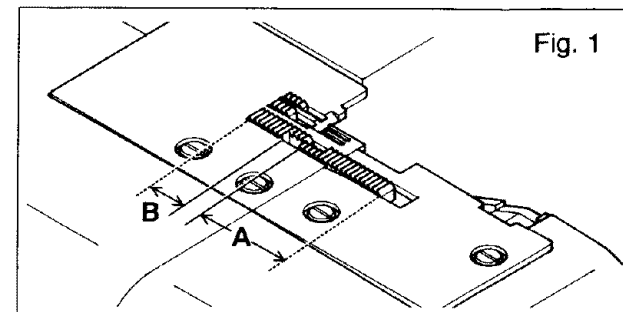

Fig. 1
El transporte diferencial tiene 2 transportadores de avance independientes, uno anterior (A) y otro posterior (B) (Fig. 1). Cada transportador tiene un mecanismo de avance individual que facilita el transporte del material a longitudes de puntada diferentes.